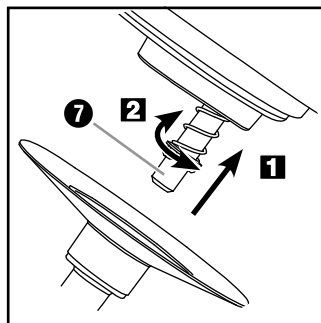

Fig. 2: montaggio degli accessori
- 6) A seconda del lavoro da svolgere, montare il gancio da impasto **10**, la frusta **11** o il frullino **12** sull'asse motore **7** (fig. 2):
- Applicare il gancio da impasto **10**, la frusta **11** o il frullino **12** (di seguito denominati "inserto") all'asse motore **7** in modo tale che entrambi i perni di metallo dell'asse motore **7** si inseriscano negli incavi dell'inserto **10 11 12** (fig. 2 / **1**).
- Premere saldamente l'inserto **10 11 12** sull'asse motore **7** in modo da comprimere la molla e ruotare nel contempo l'inserto **10 11 12** leggermente in senso antiorario (direzione ) (fig. 2 / **2**).